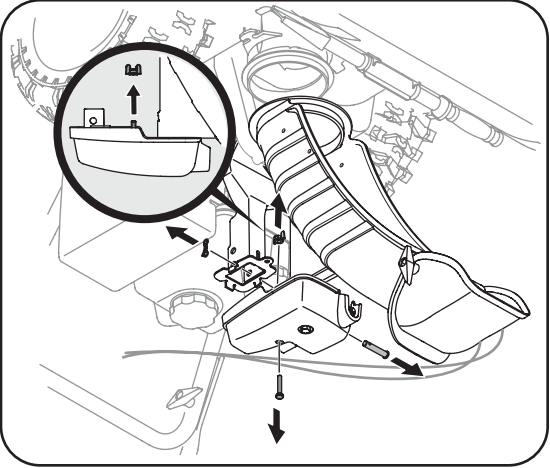

Figure 3-2
- Ajustez le guidon en serrant les boutons à oreilles en plastique qui se trouvent sur les deux côtés du guidon. Enlevez et jetez tout élastique en caoutchouc le cas échéant. Ils ne servent qu'à l'emballage. Voir la Figure 3-2.
- Retirez l'écrou à oreilles et la vis hex. qui se trouvent sur la commande de la goulotte ainsi que la goupille fendue et l'axe de chape sur le support de la goulotte. Voir la Figure 3-2. Positionnez la goulotte (tournée vers l'avant) sur sa base.